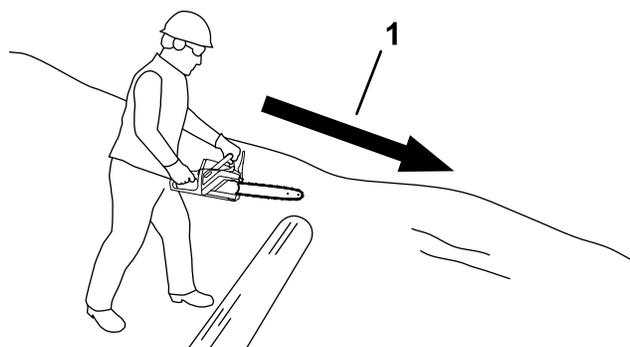

図 20
- 丸太が斜面上にある場合は、必ず丸太の上り側に立ちます 図 20。